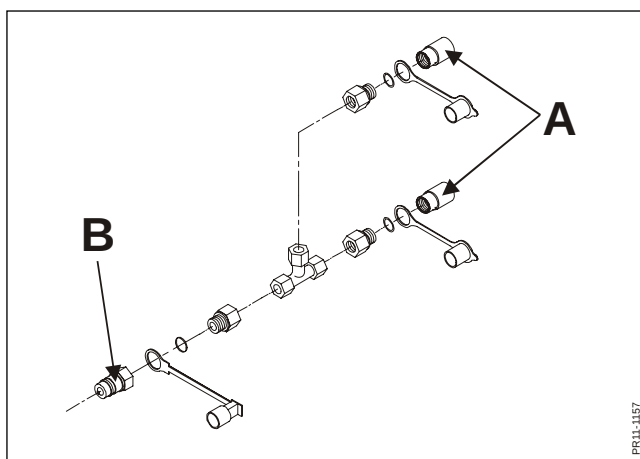

Fig. 3-21
**Fig 3-21** Det er muligt at koble cylinderen til skårskærmene sammen med svingcylinderen på trækstangen. Dette kan gøres med de 2 medleverede "2 til 1-samlinger", hvor lynkoblinger fra de 2 cylindre kobles på ved **A**, og den enkelte lynkobling **B** monteres i ét dobbeltvirkende udtag på traktoren.